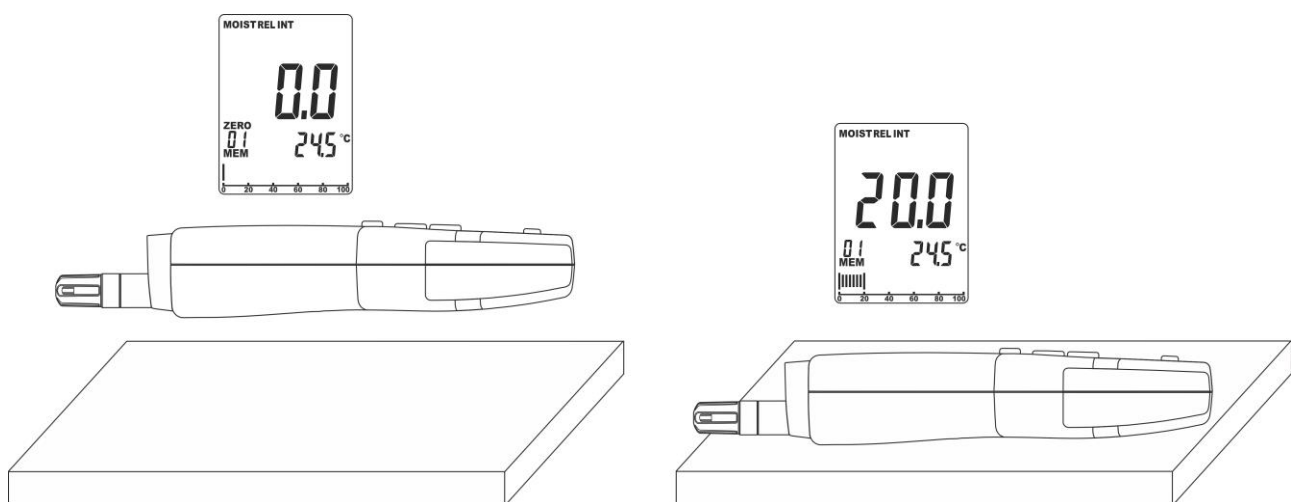

Fig. 8: Uso do instrumento para a medição da humidade por contacto com sensor integrado
5. Nos casos em que o valor não seja zero premir durante (>2s) o botão **MODE/ZERO**. O símbolo “ZERO” aparece no display durante uns instantes e o valor no display principal é colocado em zero (ver Fig. 8 – parte esquerda)